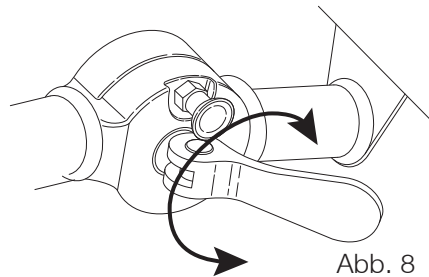

Abb. 8
2. Sie können den Exzenterhebel für die Feinjustierung in beide Richtungen drehen (Abb. 8). Der Exzenterhebel muss so eingestellt sein, dass er sich nur mit viel Kraft öffnen und schließen lässt.